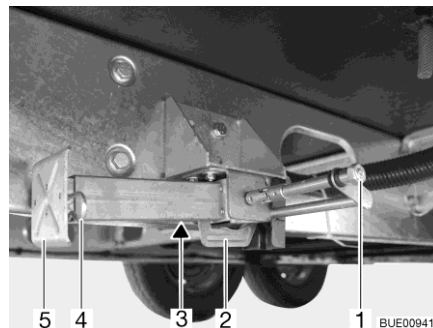

Fig. 60 Vérin stabilisateur
- Placer la clé à pipe sur l'écrou à six pans (Fig. 60,1) et tourner jusqu'à ce que le vérin stabilisateur soit en position verticale vers le bas.
- Lorsque la longueur des vérins stabilisateurs est réglable, faire sortir la goupille (Fig. 60,4) de la rallonge du pied d'appui (Fig. 60,5).
- Placer la clé à pipe sur l'écrou à six pans (Fig. 60,1) et tourner jusqu'à ce que le vérin stabilisateur se dégage du sol.
- Rentrer complètement la rallonge du pied d'appui (Fig. 60,5) et insérer la goupille (Fig. 60,4) dans le trou prévu à cet effet.
- Tourner l'écrou à six pans (Fig. 60,1) jusqu'à ce que les vérins stabilisateurs soient pivotés vers le haut et que la glissière (Fig. 60,2) soit arrivée complètement à l'extrémité de la fente (Fig. 60,3).